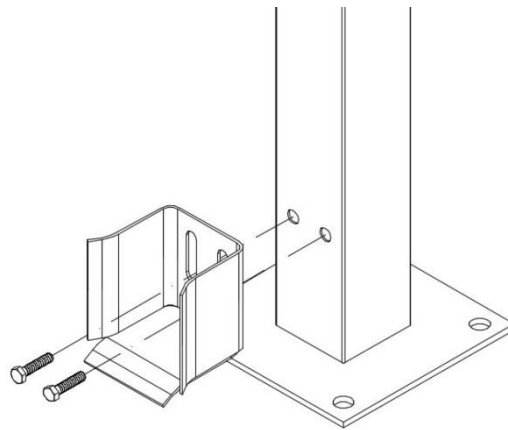

Rys. 3
Ustawić słup początkowy przy bramie zamkniętej. Powinien być tak ustawiony, aby brama po całkowitym zamknięciu znalazła się na najeździe przytwierdzonym do słupka oraz dotarła płaszczyzną czołową do oporu chwytaka. Po właściwym ustawieniu słup początkowy należy przykręcić do uprzednio przygotowanego fundamentu (Rys. 3).
- Do słupa początkowego należy przykręcić (oprócz chwytaka górnego oraz koszyka najazdowego) fotokomórkę (Rys. 3)